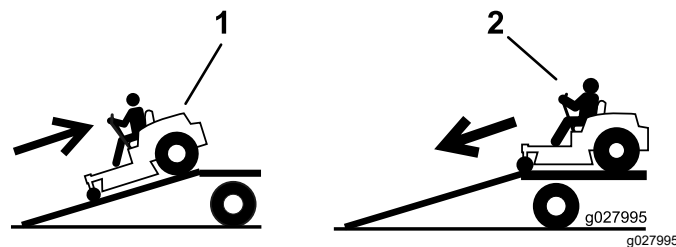

Figura 33
- Urcai maina pe rampă cu spatele (Figura 33).
- Coborâi maina de pe rampă cu faa (Figura 33).